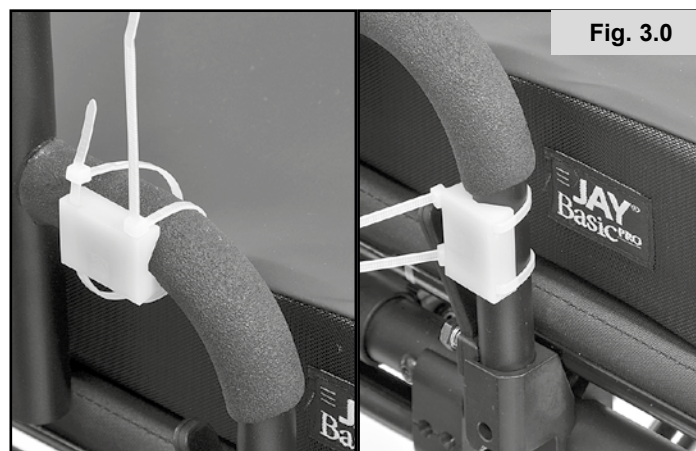

Fig. 3.0
3. Den medfølgende festeanordningen for koblingsboksen (vist med hvit farge i illustrasjonene) kan brukes til å feste koblingsboksen til et loddrett eller vannrett rør med en diameter på mellom 19 mm og 28 mm, ved bruk av den medfølgende dobbeltsidige tapen og festestripsene (Fig. 3.0 - 4.0)